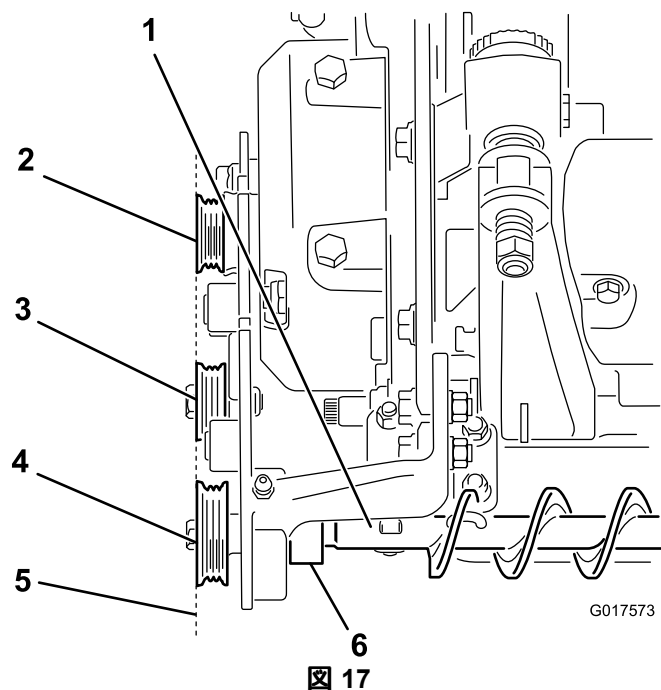

図 17
- A. ローラブラシ・アセンブリを左右のサポートの間で前後に移動させて、受動プーリをアイドルと駆動プーリに整列させる 図 17。